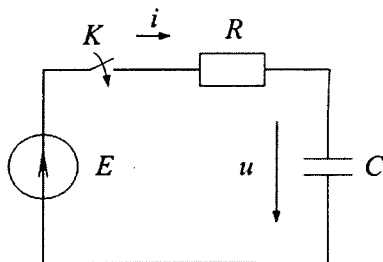

Рис. 5.1
Рассматривается переходный процесс в электрической цепи, состоящей из источника постоянной электродвижущей силы E , резистора с сопротивлением R и конденсатора емкостью C (рис. 5.1). Величины E , R , C можно задать самостоятельно. Начальное значение напряжения на конденсаторе $u(0)$ принято равным 0. Требуется определить напряжение $u(t)$ и ток в цепи $i(t)$ при $t \geq 0$, полагая, что в момент $t = 0$ замыкается ключ K .
Построить кривые напряжения $u(t)$ и тока $i(t)$ в цепи рис. 5.1 с использованием алгоритма явного метода Эйлера. Параметры цепи можно выбрать самостоятельно. Напряжение определяется по уравнению (3), ток – по уравнению (1).